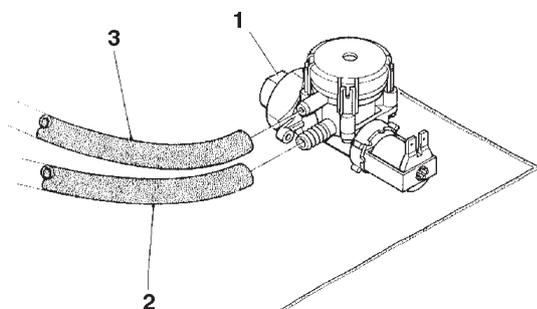

Fig. 15
L'électrovanne d'entrée de l'eau (voir fig. 15) est équipée d'un dispositif anti-débordement, qui bloque mécaniquement l'entrée d'eau lors d'une panne de l'électrovanne ou du mécanisme de contrôle du niveau d'eau dans la chaudière.
- dévisser l'écrou de fixation du tuyau d'alimentation de l'électrovanne pour décharger la pression résiduelle du réseau puis le resserrer (voir fig. 15) ;